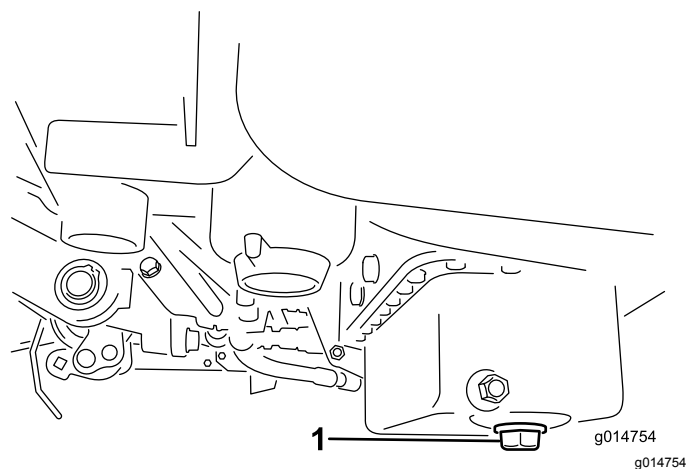

Figura 26
1. Retire el tapón de vaciado y deje fluir el aceite a un recipiente apropiado. Cuando el aceite deje de fluir, coloque el tapón de vaciado (Figura 26).